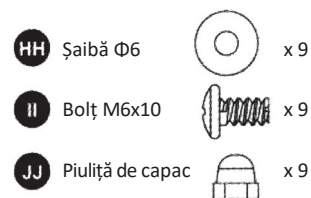
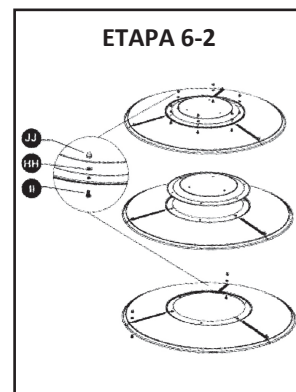

Fig. 5
Fig. 13
**Etapa 6-1 (Fig. 5, 12)**
2. Introduceți un șurub M6x10 (II).
3. Glisați o șaibă Ø6 (HH) peste capătul filetat al șurubului M6x10 (II) și înșurubați fără strângere piulița (JJ).
**Pasul 6-2 (Fig. 13)**
3. Glisați o șaibă Ø6 peste capătul filetat al șurubului M6x10 (II) și înșurubați fără strângere piulițele (JJ).